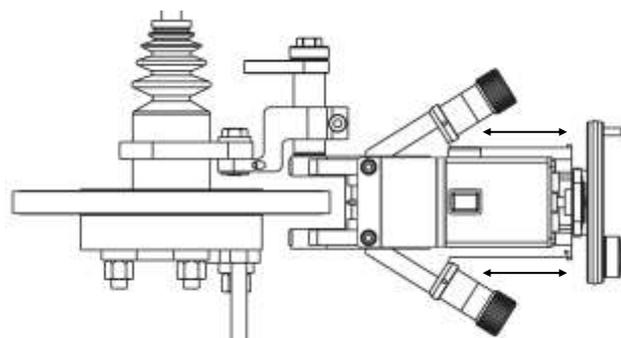

Fig. 60
6. Bougez les coulisseaux doucement jusqu'au moyeu du disque, fig. 60.